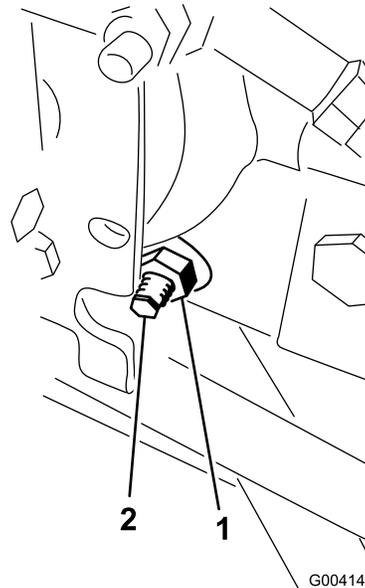

Рисунок 80
3. С правой стороны гидростата ослабьте контргайку кулачка регулировки тяги (Рисунок 80).